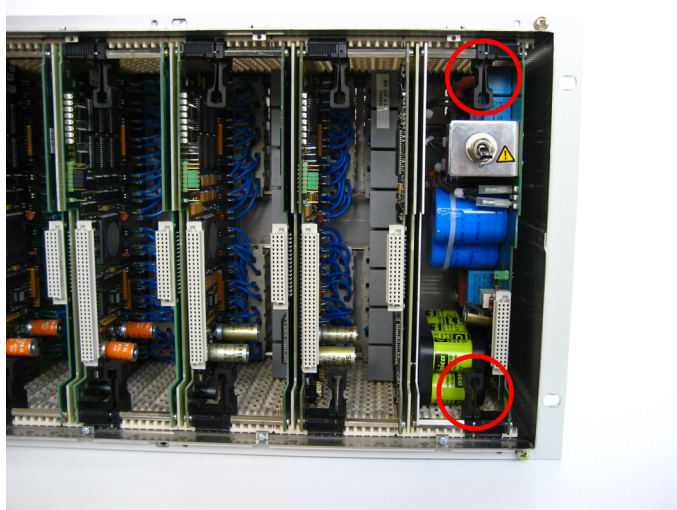

Bild 1-15 Entriegelung der Netzteilbaugruppe
- Lösen Sie die Netzteilbaugruppe aus der Steckverbindung, indem Sie die schwarzen Verriegelungshebel so weit nach rechts drücken, bis die Hebel aus der Platine ausrasten. Kippen Sie beide Verriegelungshebel gleichzeitig nach vorn (ca. 45°), bis diese in der zweiten Stellung auf der Platine einrasten (siehe Bild 1-15).